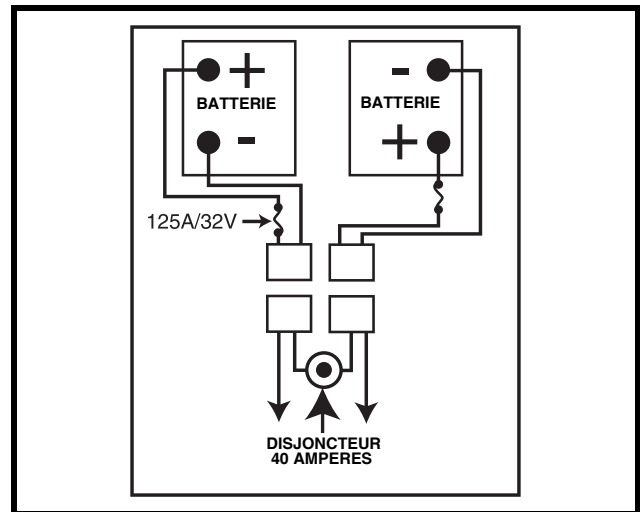

Figure 13. Remplacement des batteries
6. Placez une nouvelle batterie dans chaque puits en prenant soins d'aligner les bornes de la batteries droite près du mât de siège et les bornes de la batterie de gauche loin du mât. **Voir la figure 13.**